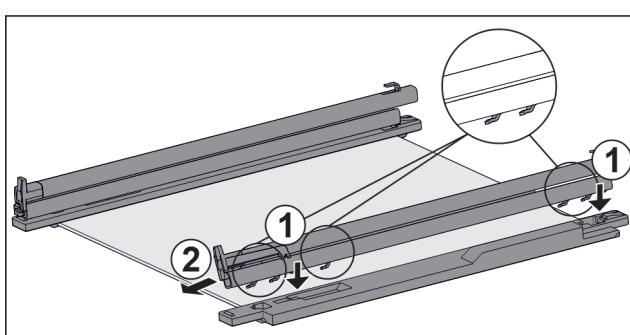

Fig. 125 Placă de sticlă cu şine și piese de fixare
- Așezați cârligele şinei pe deschiderile piesei de fixare din **stânga**. Fig. 125 (1)
- Trageți şina în față. Fig. 125 (2)
- Așezați cârligele şinei pe deschiderile piesei de fixare din **dreapta**. Fig. 125 (1)